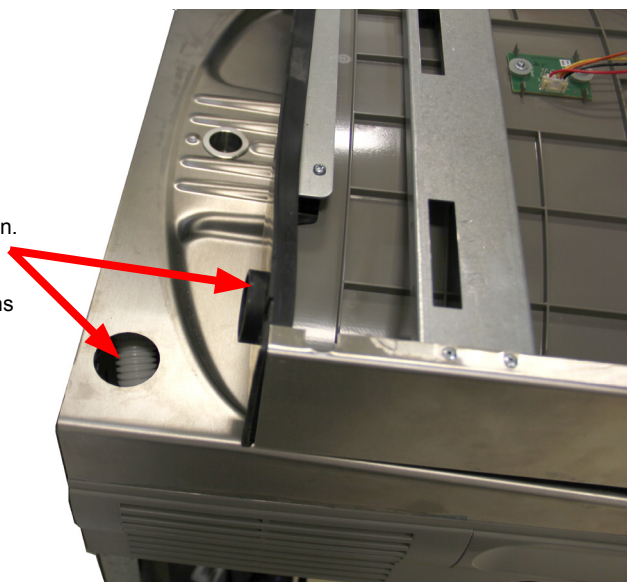

Fig. 12
- 13) Coloque la llenadora de botellas en las tres (3) lengüetas angulares que salen de la placa de montaje en pared instalada en la pared. Asegúrese de que la saliente redonda de la empaquetadura encaje en el orificio de la tarja. (Consulte la Fig. 12, pág. 11).
- 14) Una vez que la llenadora de botellas esté instalada en las 12 de la placa de pared, empuje la parte superior de la llenadora de botellas hacia la pared y alinee los dos (2) orificios de la cubierta superior en el soporte de pared.
- 13) Poser la remplisseuse de bouteille sur les trois (3) pattes en angle qui dépassent de la plaque de fixation murale posée au mur. S'assurer que le bossage rond du joint s'engage dans l'orifice de la fontaine (voir Fig. 12, p. 11).
- 14) Une fois que la remplisseuse de bouteille est en place sur les pattes de la plaque murale, pousser le haut de la remplisseuse vers le mur et aligner les deux (2) trous du capot supérieur avec ceux du support mural.